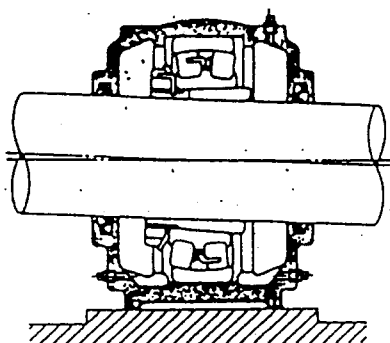

図 21
- (4) 軸受の位置が定まればブランマブロックと軸の直角度(軸受の内輪と外輪の側面を平行にする)を確認したのち、ナットを完全に締め付ける。取付誤差が大きいとシールに不具合を生じたり、軸が口径部に当り円滑な運転ができない(図21参照)。このような場合は取付座を修正してから取り付ける。